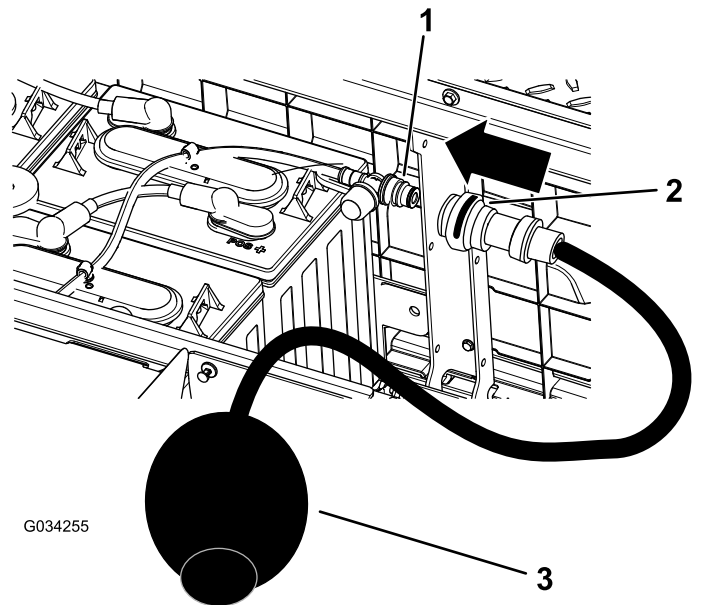

图 41
4. 将 Toro 手动水泵连接到加水口 **图 41**。